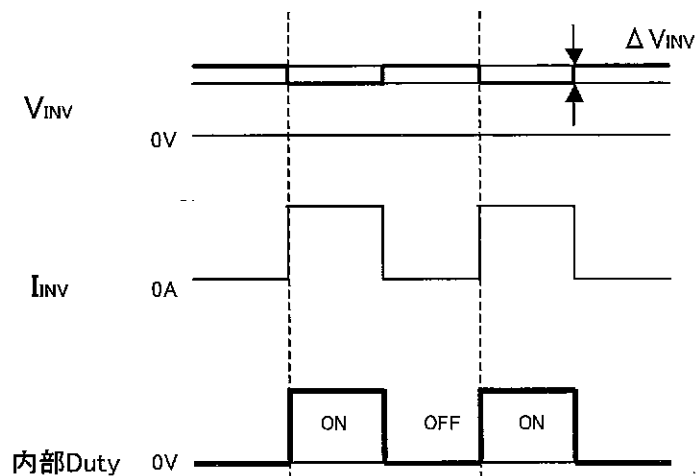

図5. 調光コントロールと V_{INV} リップル電圧 (ΔV_{INV}) に関して
- c) 調光に関し、パースト調光を採用しているため、図5のように I_{INV} がダイナミックに変動し ΔV_{INV} が発生します。インバータ回路と周辺回路との電源接続方法(共通インピーダンス)により音声出力等へ影響を与える事がありますので電源分離して下さい。